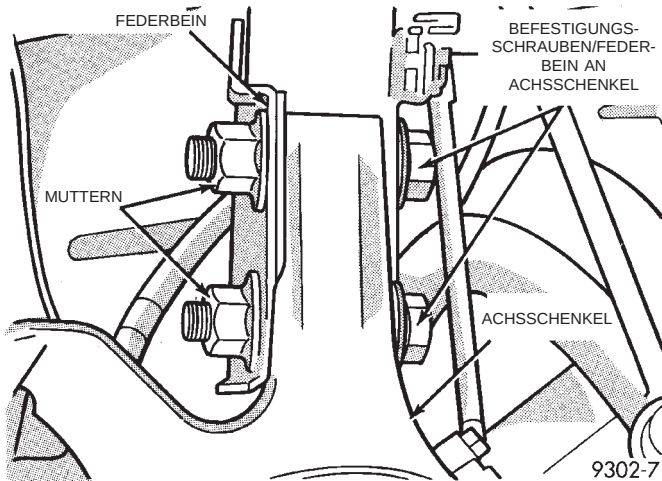

Abb. 14 Befestigungsschrauben/Federbein an Achsschenkel
(8) Die beiden Schrauben, mit denen das Federbein am Achsschenkel befestigt ist, ausbauen (Abb. 14).
(3) Die Schrauben einbauen, mit denen das Federbein und der Achsschenkel verbunden werden (Abb. 14). Die Muttern auf die Schrauben aufschrauben. Die Befestigungsmuttern mit einem Anzugsmoment von 203 N·m (150 ft. lbs.) festziehen.